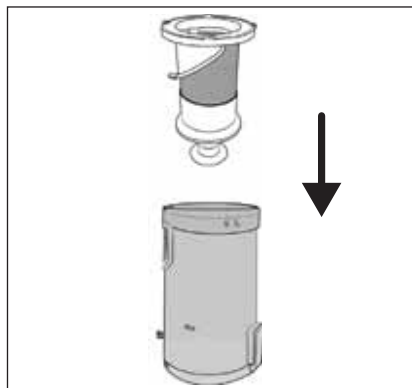

Fig. 23
- 6) Sæt filteret af rustfrit stål **6** ind i støvbeholderen **7**, og tryk det helt ned (se fig. 23). Vær opmærksom på, at låsene på filteret af rustfrit stål **6** har forskellige størrelser. Filteret af rustfrit stål **6** kan kun sættes ind i én position i støvholderen **7** på grund af disse låse.